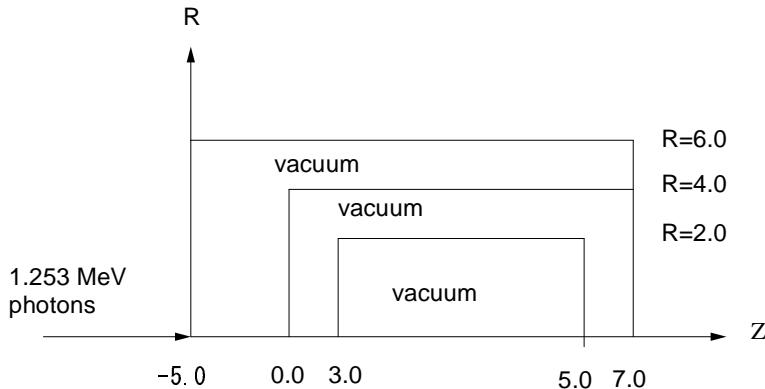

Figure 1: Geometry of ucsource.f
形状としては、Fig. 1 に示すように cg を用いた円筒形状である。各種の線源のテストを行うことを目的にしているので、物質は全て真空 (0) に設定している。単一エネルギー (1.253MeV) の光子が、Z-軸上-5cm の位置からビーム状に入力する様に設定されている。